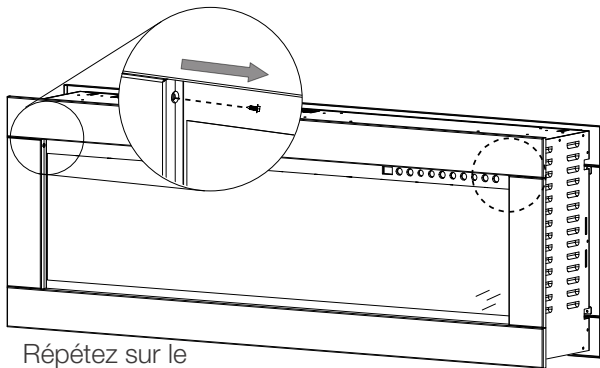

Fig. 4-1
- Retirez les 2 vis servant à fixer la garniture avant en place (**Fig. 4-1**). Mettez de côté les vis.